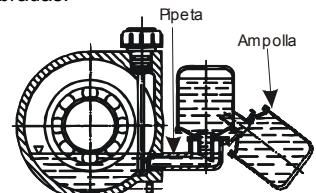

Fig.3: Engrasador
- se el soporte es equipado de engrasador, volcar la ampolla y verter la grasa en la pipeta hasta que alcanza el nivel según lo indicado en la fig.3 llene el bulbo de cristal y póngalo en posición vertical. Compruebe que el nivel de la ampolla esté constante. Los tipos de grasa indicados en tab.1 son válidos para las temperaturas entre - 10° y 120°C.